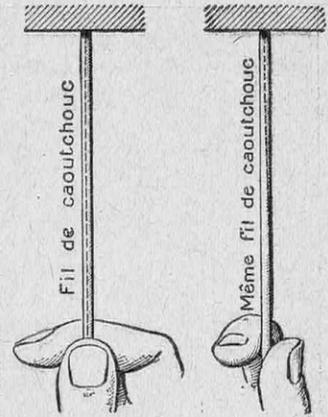

FIG. 4 ET 5. — EN QUOI CONSISTE LA TORSION
On saisit (fig. 4) entre le pouce et l'index le bout d'un fil de caoutchouc dont l'autre extrémité est fixe ; puis (fig. 5) on fait tourner la main de 90°.
Le cisaillement, aisé à définir, est d'une réalisation pénible; mais la torsion se conçoit facilement comme une somme de cisaillements: lorsqu'on tord entre les doigts une corde de caoutchouc, dont l'autre bout est fixe (fig. 4), les doigts exercent précisément un effort tangentiel (1); notre figure représente le cas où l'angle de torsion est de 90°. L'extrémité inférieure a donc tourné de cet angle; la section médiane tourne d'un angle deux fois moindre et, si nous avions tracé à l'encre une ligne droite le long du fil, cette ligne serait devenue une hélice. Le caoutchouc
(1) Un effort normal à la section serait une traction qui allongerait le fil.
La traction (ou étirage) consiste à allonger un cylindre — ou, comme on dit, une « éprouvette » — de métal en exerçant des forces sur ses deux bases terminales ; on réalise une traction en se reportant à la figure 4 et en déplaçant verticalement la main de haut en bas.